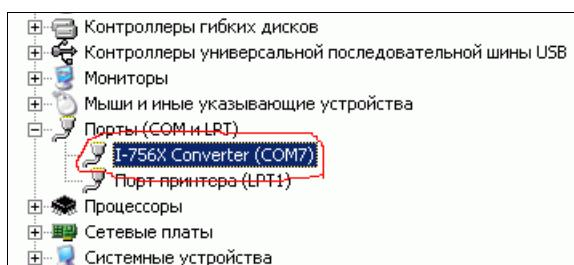

Рисунок 3.1. Правильно установленный драйвер модуля i-7561.
3.1.2 Установить по запросу Windows драйвер для преобразователя интерфейса ICP CON i-7561 с диска (расположен в папке ""\DCON\ Driver i7561 win2k_xp 2-0-2-0-1\""). В системе появится новый СОМ порт (рис. 3.1).